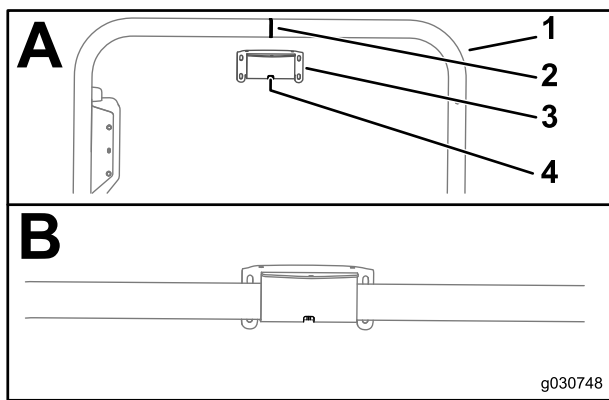

Bild 148
- 1. Fluchten Sie den Schlitz in der Mitte der Empfängerbefestigung mit der Schweißnaht an der Mittellinie des Überrollschutzhrohrs aus (Bild 148)